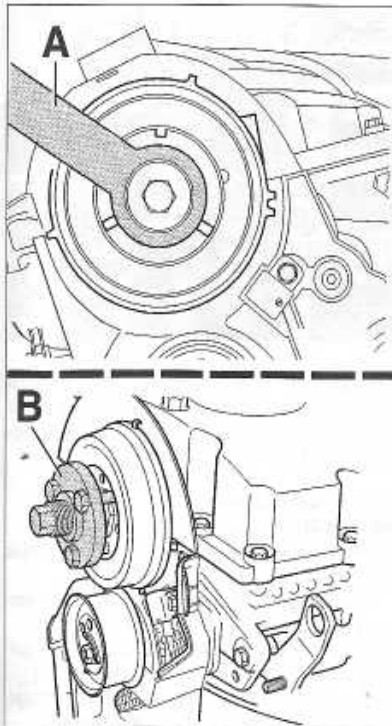

FIGURE 1-24
- en rotation le moyeu cible de capteur de position d'arbre à cames à l'aide de l'outil VAG T10051 (A) puis déposer celui-ci à l'aide de l'extracteur T10052 (B) (**figure 1-24**).